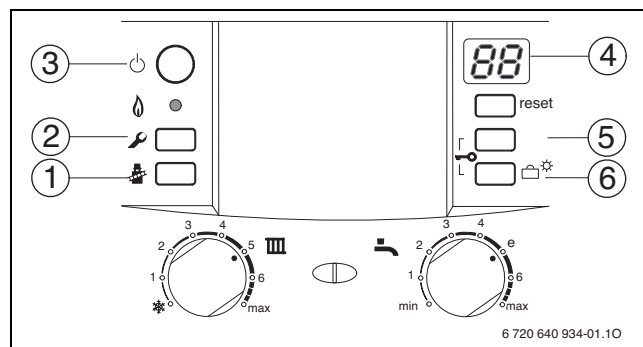

Fig. 35 Privire de ansamblu asupra elementelor de deservire
- ▶ Apăsați de câte ori este nevoie tasta (5) sau tasta (6) (→ fig. 35) până când apare funcția de service dorită.
- ▶ Apăsați de câte ori este nevoie tasta (5) sau tasta (6) (→ fig. 35) până când apare valoarea dorită a funcției de service.
- ▶ Apăsați în același timp tasta (5) și tasta (6) (→ fig. 35, pagina 32) timp de 3 secunde și mentineti apasat (display-ul arată ) până când display-ul afisaza o funcție de service al primului nivel de ex. 1.A.
- ▶ Se desface șurubul de etanșare la ștuțul de măsurare pentru presiunea duzei (3) (→ pagina 37) și se conectează manometrul cu tub U.
- ▶ Apăsați de câte ori este nevoie tasta (5) sau tasta (6) (→ fig. 35, pagina 32) până când este atinsă presiunea dorită a ajutorului.